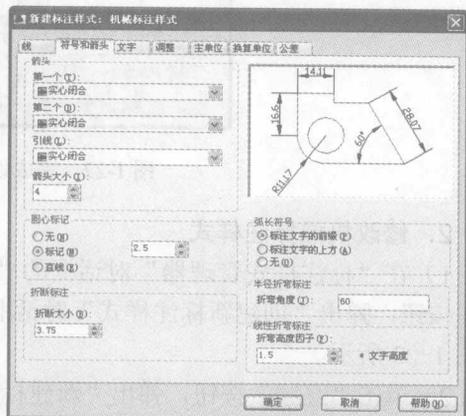

图 1-19 设置“符号和箭头”选项卡
4) 打开“符号和箭头”选项卡,在“箭头大小”文本框中输入“4”,即箭头的长度为 4mm;在“折弯角度”文本框中输入“60”,即半径折弯标注时尺寸线的折弯角度为 60°。其他选项保留默认设置,如图 1-19 所示。